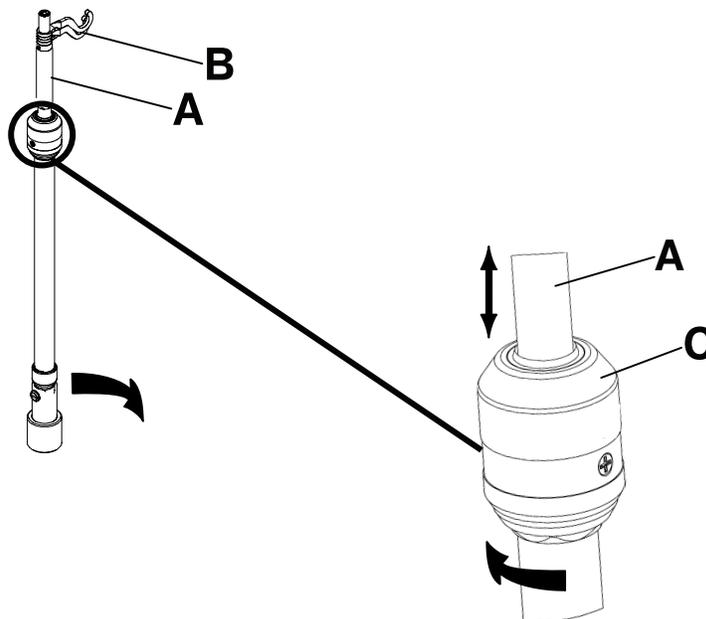

Figure 122 : Utilisation du support de perfusion
3. Pour élever la hauteur du support, tirer sur la partie télescopique (A) jusqu'à ce qu'il s'enclenche en position complètement dépliée (Figure 122 à la page 116).
4. Faire pivoter les crochets de suspension des poches de perfusion à la position voulue et suspendre les poches (B) (Figure 122 à la page 116).
5. Pour abaisser le support de perfusion, tourner le verrou (C) jusqu'à ce que la partie télescopique s'abaisse (Figure 122 à la page 116).